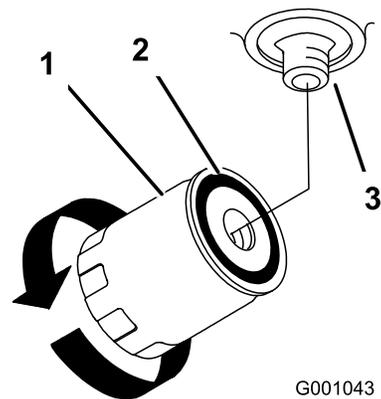

図 77
4. オイル・フィルタを外し、フィルタのアダプタのガスケットの表面をきれいに拭く (図 77)。
6. アダプタにフィルタを取り付ける。ガスケットがアダプタに当たるまで手でねじ込み、そこから更に 1/2 回転増し締めする (図 77)。